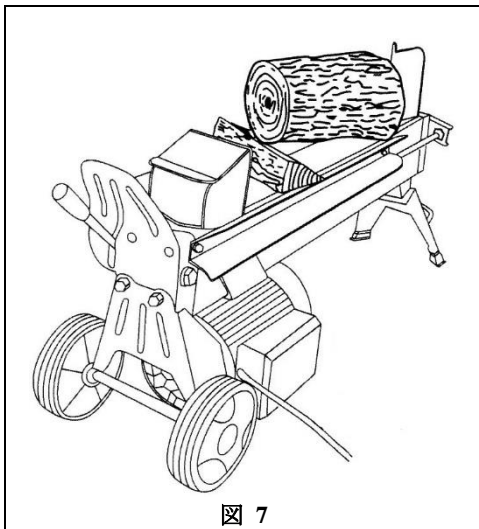

図 7
3. くさび状に割った薪をエッチから外れない薪の下に割りこませます。(図 7)